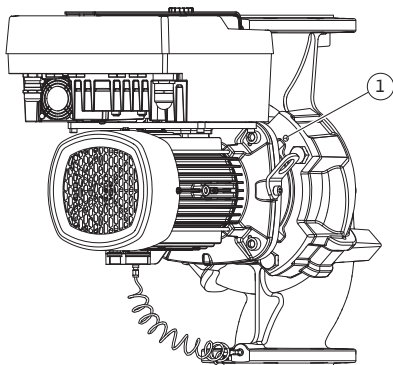

Fig. 11: Odmik vtičnega kompleta prek navojnih izvrtin (DN 100 ... DN 125)
5. Popustite vtični komplet (glejte Fig. 4) ohišja črpalke. Glede na tip črpalke (glejte Fig. I...III) obstajajo različni pristopi: Pri tipu črpalke Fig. I (DN 32...DN 80) popustite vijake na poz. 29. Vtični komplet odmaknite od ohišja črpalke. Pri tipu črpalke Fig. II in Fig. III (DN 100...DN 125) za to uporabite dve navojni izvrtini (Fig. 11, poz. 1). Pri tem uporabite ustrezne vijake (npr. M10 x 25 mm), ki so na voljo na mestu vgradnje.
5. Vtični komplet (glejte Fig. 4) odmaknite od ohišja črpalke. V ta namen uporabite dve navojni izvrtini (glejte Fig. 11). Za sprostitev držala privijte vijake M10 z ustrezno dolžino v navojne izvrtine.